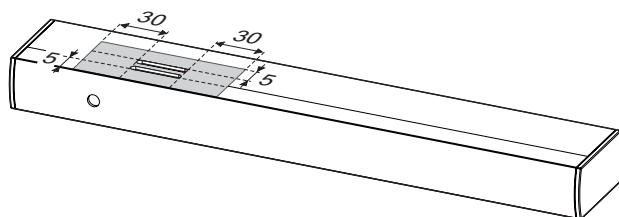

Fig. 5.4.1.1
- La zone définie dans la figure 5.4.1.1 doit rester dégagée. Respecter les distances et spécifications de la section 3.5.2.